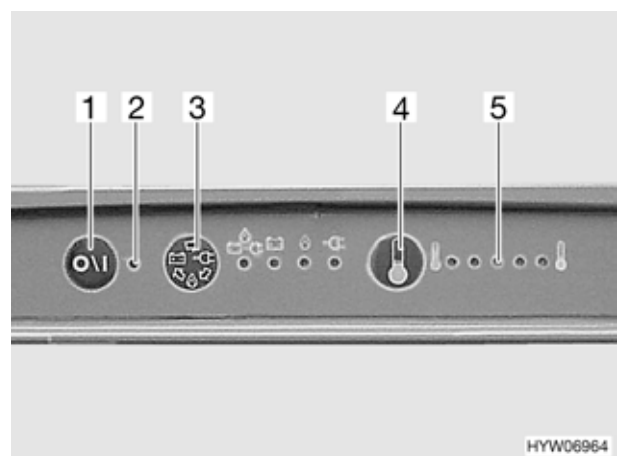

Bild 124 Bedienelemente für Kühlschrank
Ist die 230-V-Versorgung nicht angeschlossen und ist der Fahrzeugmotor ausgeschaltet, wählt das SES die Gasversorgung. Beim Anwählen des Gasbetriebs wird die Zündsicherung automatisch geöffnet, so dass Gas zum Brenner strömen kann. Gleichzeitig wird der elektronische Zünder eingeschaltet. Erlischt die Gasflamme, z. B. durch einen Luftzug, wird der Zünder sofort aktiviert und zündet das Gas wieder an. Bei Störung im Gasbetrieb blinkt die Kontroll-Leuchte (Bild 124,2) rot.
- Im Tankstellenbereich ist das Betreiben offener Flammen verboten. Falls der Aufenthalt länger als 15 Minuten dauert, muss der Kühlschrank am Taster (Bild 124,1) ausgeschaltet werden.
Nach dem Einschalten wählt der Kühlschrank automatisch die mittlere Thermostateinstellung. Diese Einstellung kann manuell mit dem Taster (Bild 124,4) nachgeregelt werden. Die Leuchtdioden (Bild 124,5) zeigen die gewählte Thermostateinstellung an. Mit dem Taster wird die Kühltemperatur für alle drei Energiearten eingestellt. Es dauert einige Stunden, bis der Kühlschrank die normale Betriebstemperatur erreicht hat. Beim Umschalten der Betriebsart wird die Thermostateinstellung beibehalten. Die Kühltemperatur wird unabhängig von der Energieart beibehalten.
- Taster (Bild 124,1) drücken. Die Kontroll-Leuchte (Bild 124,2) leuchtet grün.
- Kühltemperatur am Taster (Bild 124,4) einstellen. Die Leuchtdioden (Bild 124,5) zeigen die gewählte Thermostateinstellung.
Bei Störung im Gasbetrieb blinkt die Kontroll-Leuchte (Bild 124,2) rot.
Mit dem Taster (Bild 124,3) kann die Energiequelle manuell gewählt werden. Mit jedem Druck auf den Taster wird die Energiequelle in folgender Reihenfolge gewählt:
- Taster (Bild 124,1) drücken. Kontroll-Leuchte (Bild 124,2) leuchtet nicht mehr.